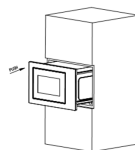

Fig 1
1. Sæt mikrobølgeovnen ind i indbyggeskabet og skub den helt frem. (Fig. 1)